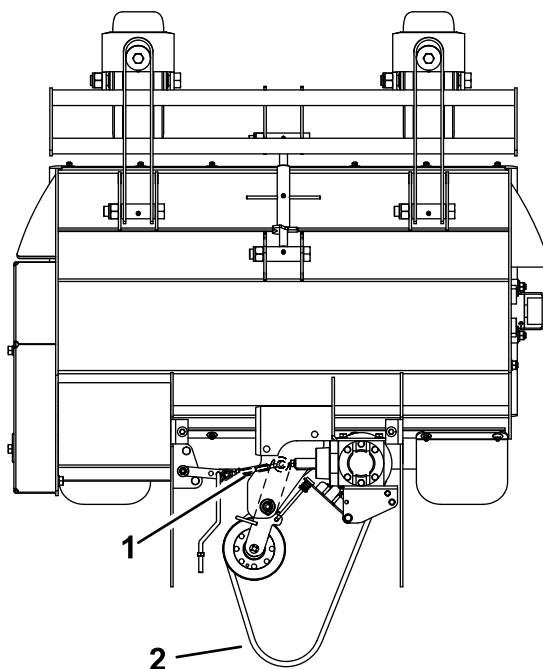

Figura 6
6. Controllate la disposizione della cinghia di trasmissione del rotore (Figura 6); fate riferimento alla sezione "Sostituzione della tensione della cinghia di trasmissione del rotore" nel *Manuale dell'operatore* del trattorino per regolare la cinghia di trasmissione.